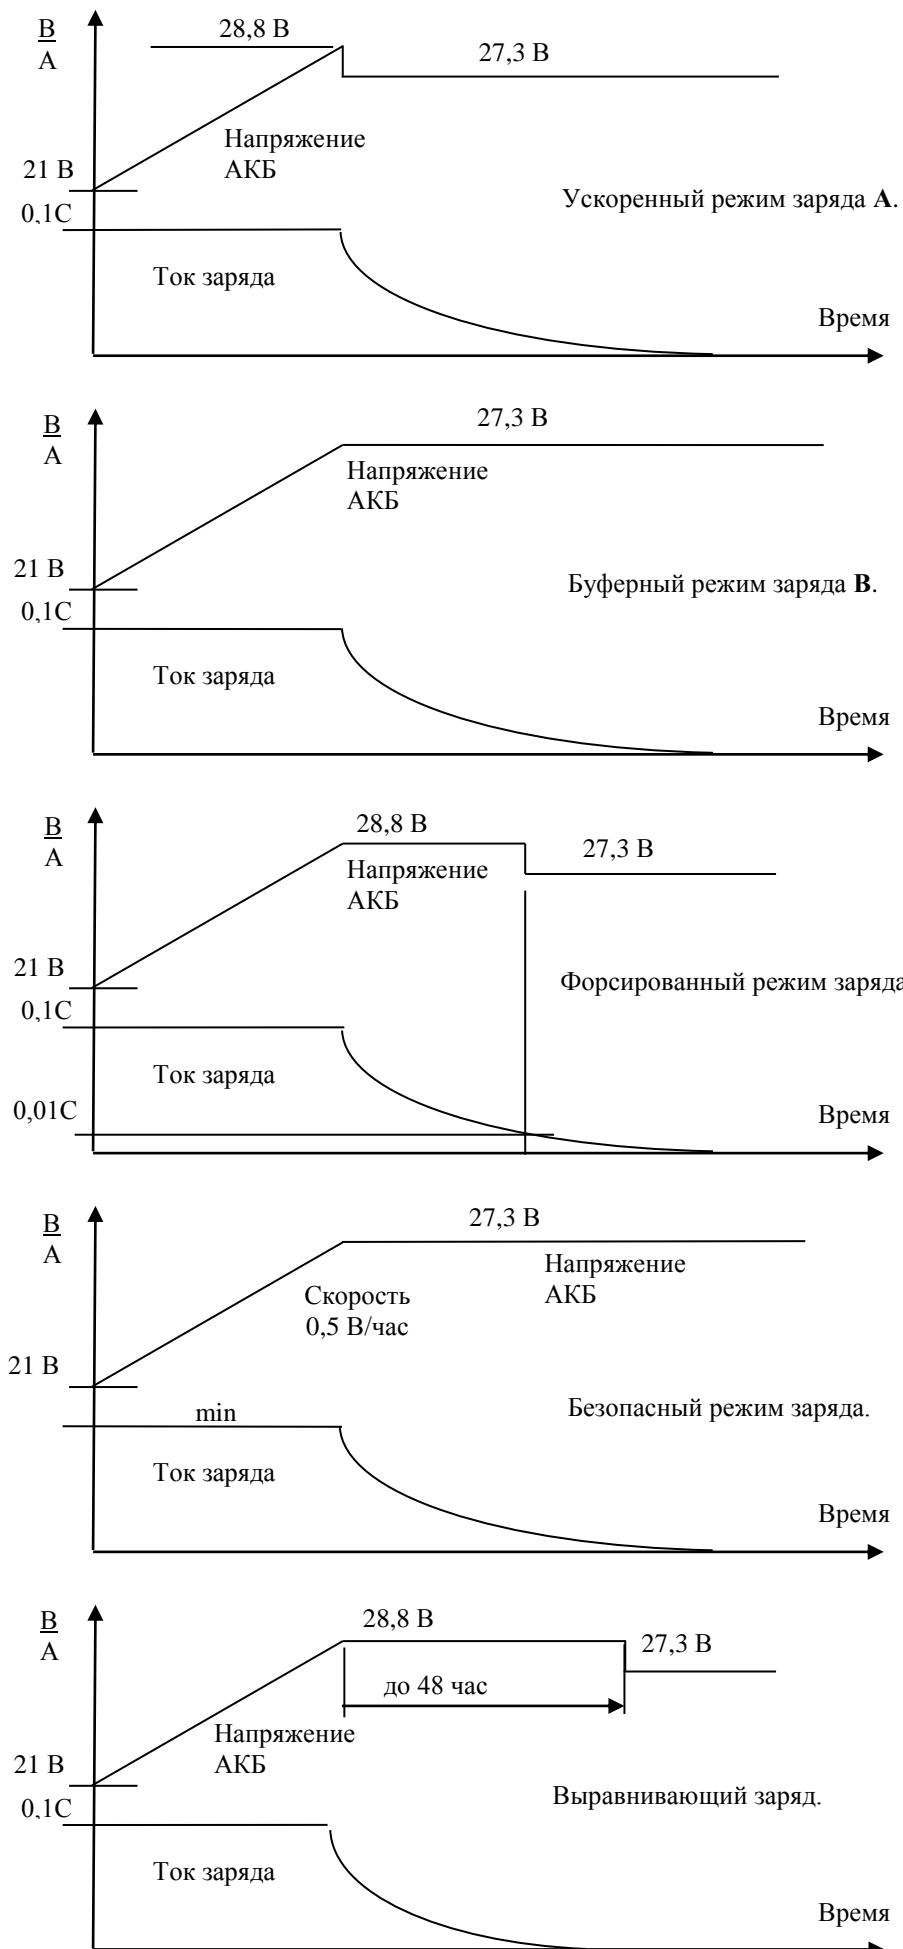

Рис. 4. Режимы заряда АБ.
1. При установленном модуле управления контактор **LVBD** включен управляющим сигналом модуля. По включению сетевого питания выпрямители устанавливают выходное напряжение, равное напряжению АБ. Включается один из следующих режимов заряда (рис. 4):